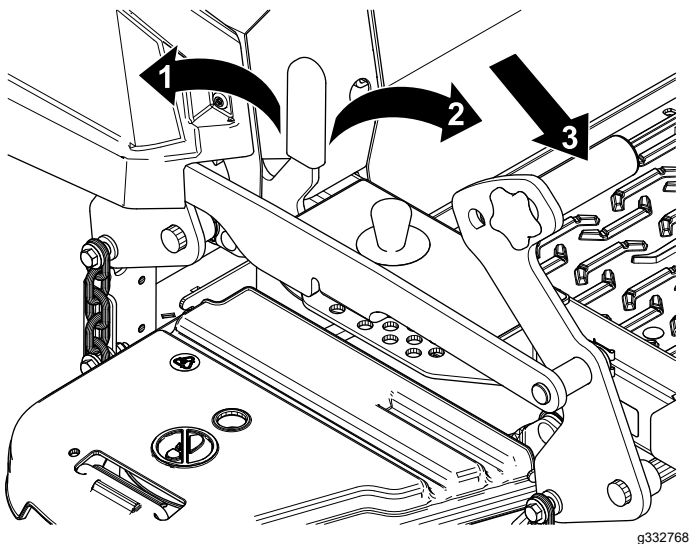

Figure 30
1. Poussez la pédale de levage du tablier complètement en avant pour bloquer le tablier en position TRANSPORT (Figure 30).
2. Poussez la pédale de levage du tablier complètement en avant et tirez le verrou de transport en avant à la position de DÉVERROUILLAGE, puis abaissez lentement le tablier de coupe (Figure 30).